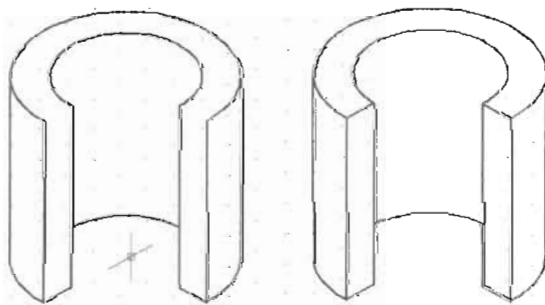

图 11-19
(7) 单击“修改”工具栏中的“修剪”按钮 , 将多余部分的线段剪掉, 修剪成如图 11-19 所示的形状。